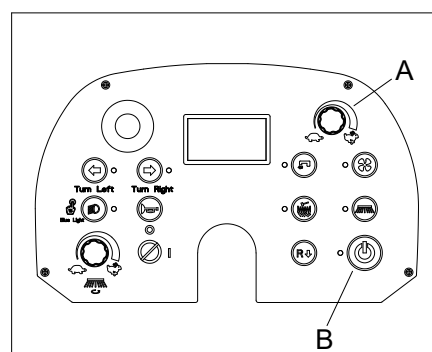

Рис. 12
При эксплуатации на мокрых полах необходимо выключить вакуумную систему, нажав кнопку вакуумирования (А, рис. 12), чтобы предотвратить повреждение пылевого фильтра.
5. Для правильной эксплуатации машины пылевой фильтр должен быть максимально чистым. Для его очистки во время подметания включите встряхиватель фильтра, нажав кнопку встряхивателя фильтра (В, рис. 12). Во время этой операции вакуумный исполнительный механизм автоматически выключается. После очистки фильтра вакуумная система возобновляет работу автоматически; затем снова начните подметать. Во время работы режим «автоматическая очистка фильтра» можно включить, нажав на кнопку встряхивателя фильтра (В, рис. 12) на 1 секунду, благодаря чему можно повторять процедуру очистки в среднем каждые 10 минут (в зависимости от запыленности очищаемого участка, интервал может быть установлен в диапазоне от 1 до 60 минут, настройки параметров см. в руководстве по техническому обслуживанию).